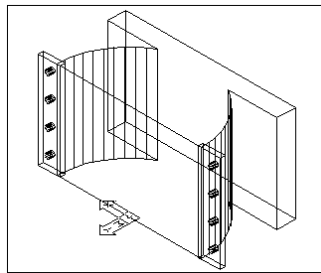

图 18-18
(3) 差集处理。单击  按钮或者在命令行直接输入 `subtract`。
(4) 镜像处理。执行 `Modify`→`3D Operation`→`Mirror 3d` 命令。对上述缘板进行镜像处理，结果如图 18-18 所示。